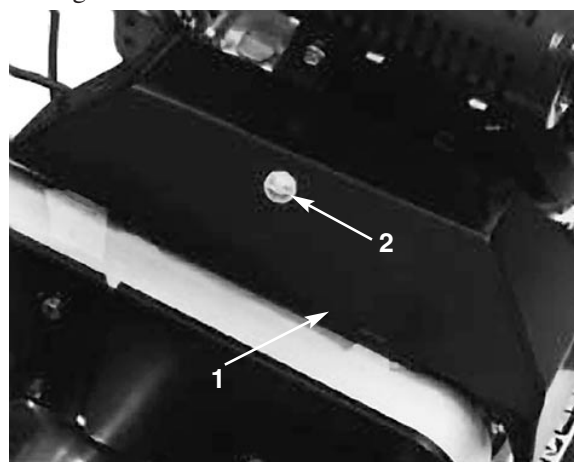

Bild 32
2. Lockern Sie die Befestigung, mit der die Keilriemen-Abdeckung abgesichert wird und schwenken diese in die AUF-Stellung (Bild 32).